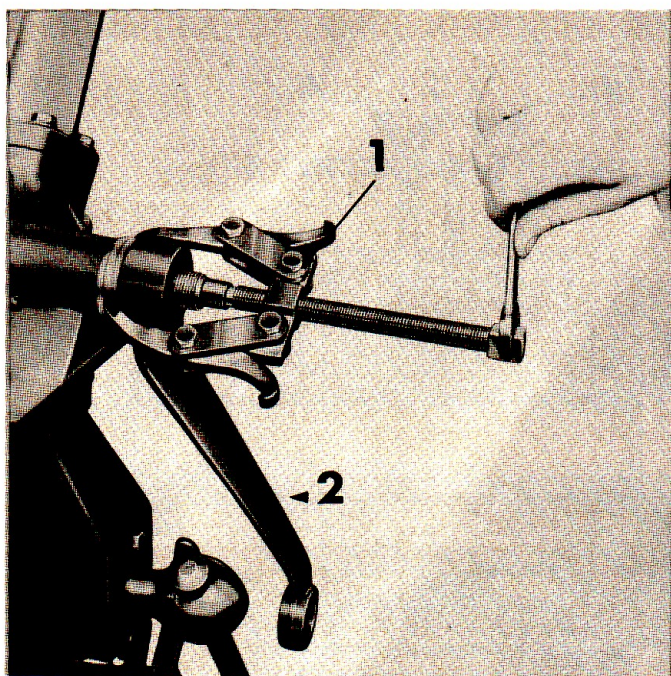

FIGURE 35 : Extraction du levier de direction — 1 = Outil N° 1001, 2 = Levier de direction.
1. Extraire les écrous et les rondelles des leviers de direction. Extraire les leviers à l'aide des outils T. 3054 ou 1001 (Figure 35).